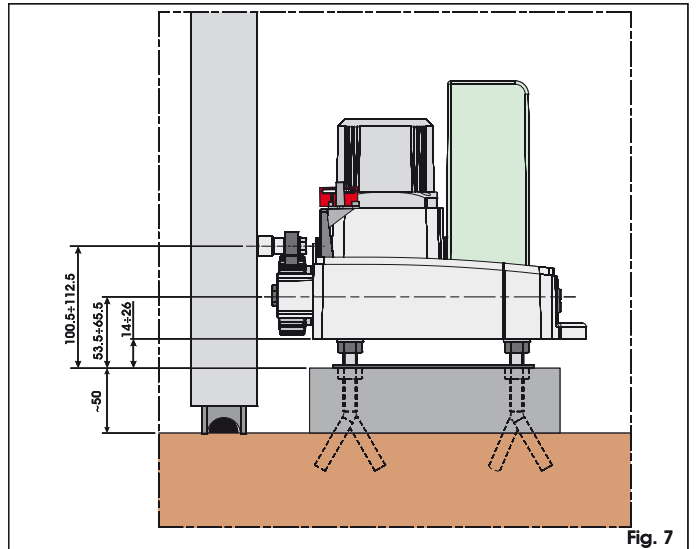
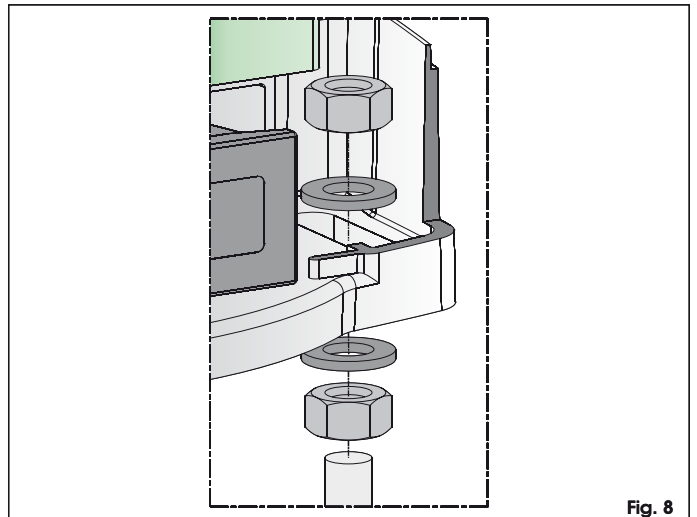

Fig. 7
Fig. 8
Hand icon: Het is raadzaam de plaat op een basis van cement op ongeveer 50 mm van de grond te plaatsen (fig. 7).
7. Bevestig de aandrijving op de basisplaat met behulp van de bijgeleverde schroeven en rondsels zoals aangegeven in fig 8. In fig. 7 is aangegeven hoe de aandrijving moet worden geplaatst. Haal tijdens deze handeling de elektriciteitskabels door het speciale gat aan de onderkant van de behuizing van de motorreductor.